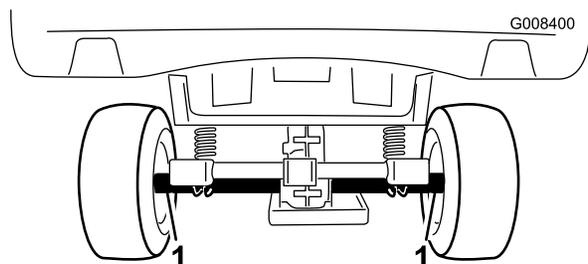
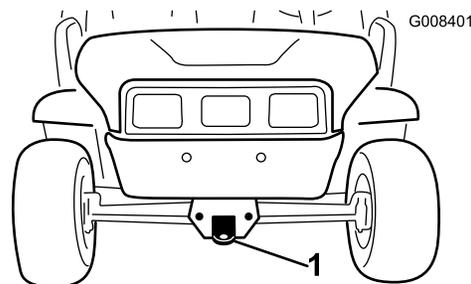

Figura 17
Figura 18
Consulte Figura 17 e Figura 18 para localizar os pontos de fixação do veículo.
2. Ate um cabo de reboque ao garfo, na parte dianteira do chassi (Figura 18).